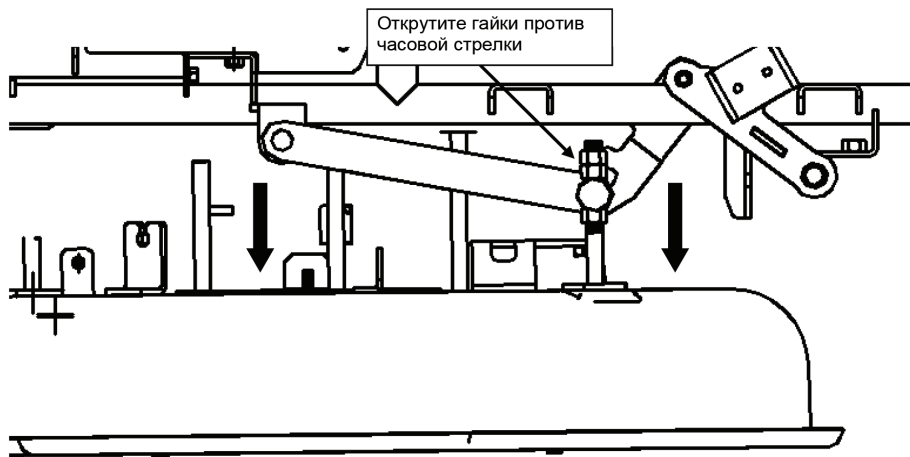

Рис. 28
6. Установите рукоятку подъёма режущей деки в самое нижнее положение, открутите 6 гаек крепления режущей деки против часовой стрелки в 3 местах (рис. 28).